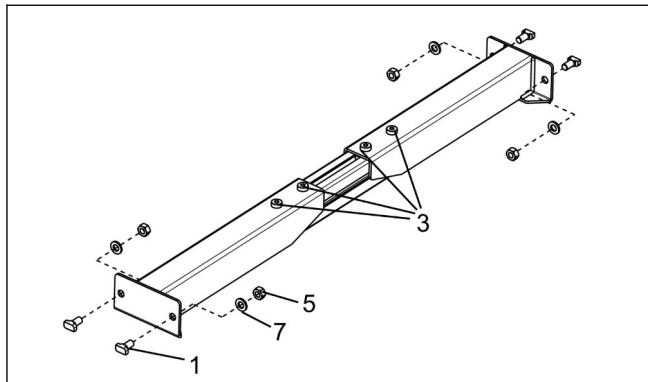

图 22
c. 将紧固件“1”、“5”、“7”预装到图示位置，松开紧固件“3”。（见图 22）